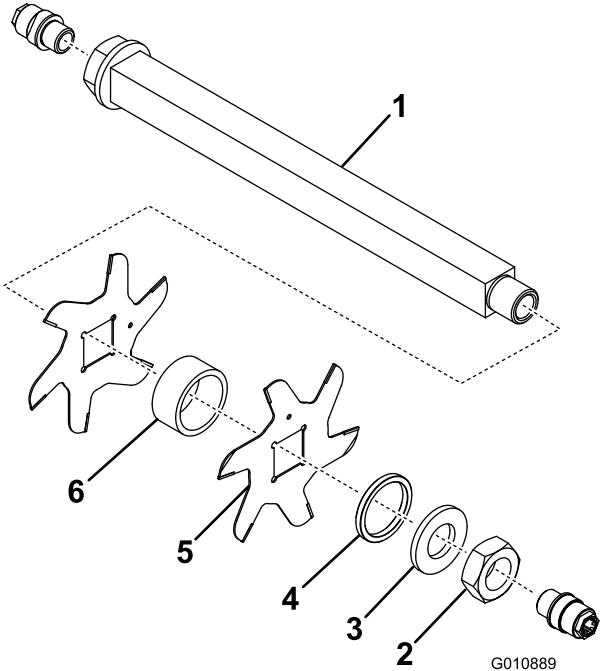

Figura 11
- Retire o espaçador pequeno, a anilha, as lâminas e os espaçadores grandes. Limpe e lubrifique o eixo quadrado com uma leve camada de massa para facilitar a montagem (Figura 11).